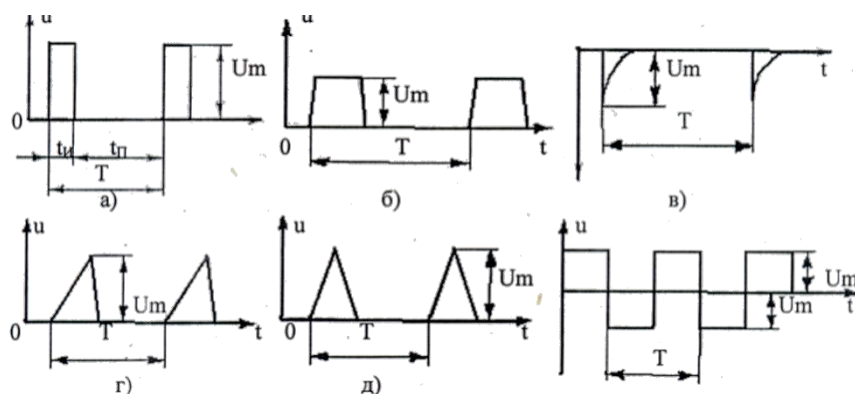

Рисунок 1 – Виды импульсных сигналов
Наиболее распространенными являются прямоугольная, трапецеидальная и треугольная формы (рисунок 1).
положительной (рисунок 1 - а, б, г, д) и отрицательные полярности (рисунок 1 - в), а также двухсторонние (разнополярные) импульсы (рисунок 1 - е). В электронной технике наиболее часто используется прямоугольные импульсы.
*Период и частота повторения импульсов.* Промежуток времени  $T$  между началом двух соседних однополярных импульсов (см. рисунок 1) называют *периодом* повторения (следования) импульсов. Он выражается в единицах времени: секундах (с), миллисекундах (мс) и микросекундах (мкс). Величину, обратную периоду повторения, называют *частотой повторения* (следования)  $f$  импульсов. Она определяет количество периодов в течение 1 с и выражается в герцах (Гц), килогерцах (кГц) и т.д.